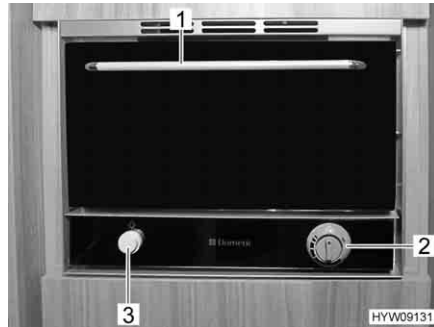

Fig. 101 Forno a gas
- Premere il tasto per l'illuminazione (Fig. 101,3). L'illuminazione interna resta accesa finché rimane premuto il tasto.
- Aprire completamente lo sportello del forno mediante la maniglia (Fig. 101,1).
- Premere, tenere premuto e ruotare in senso antiorario il pomello girevole (Fig. 101,2) fino a portarlo sull'impostazione desiderata. Tenere premuto il pomello girevole (Fig. 101,2) per altri 5 a 10 secondi. L'accensione avviene automaticamente.
- Rilasciare il pomello girevole (Fig. 101,2).
- Premere, tenere premuto e ruotare in senso orario il pomello girevole (Fig. 101,2). Tenere premuto il pomello girevole (Fig. 101,2) per altri 5 a 10 secondi. L'accensione avviene automaticamente.
- Ruotare il pomello girevole (Fig. 101,2) su "O". La fiamma si spegne.